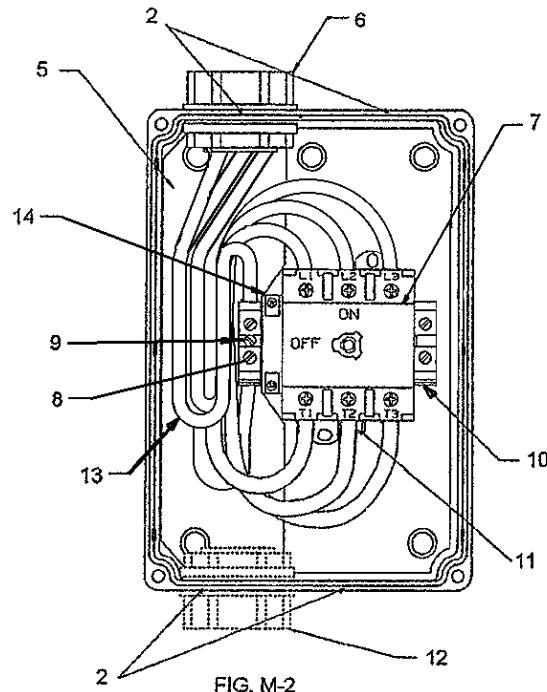

FIG. M-2
4. Remove the four (4) cover mounting screws.
9. Use of user-installed conduit entrances above the switch are not recommended in applications where condensation may be present in conduit. When using the top feed conduit entrance, drip loops must always be formed as indicated in figs. M-2 and M-3.
4. Enlever les quatre (4) vis de fixation du couvercle.
9. L'emploi d'entrées de conduit à monter par l'utilisateur au-dessus de l'interrupteur n'est pas recommandé dans les cas où le conduit est exposé à la condensation. Lorsqu'on utilise l'arrivée de conduit d'alimentation par le haut, il faut toujours former des boucles d'égouttement comme illustré dans les figures M-2 et M3.